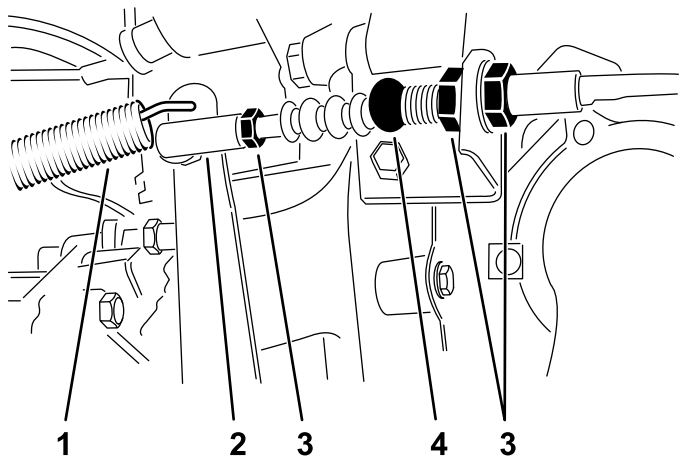

Figura 56
1. Afloje las contratuercas que fijan el cable del embrague al soporte de la carcasa (Figura 56).